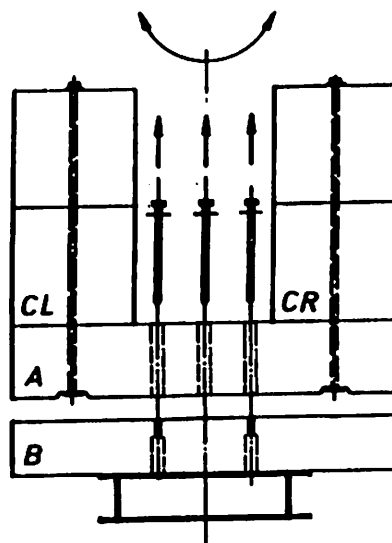

Bild 2
- 3.) Durch gleichmäßiges Lösen der 3 Verbindungsschrauben wird die Ballastplatte B auf die Zentrierung des Hinterachsadapters abgelassen. Es ist auch möglich, die Schrauben links und rechts zuerst zu lösen und dann die Platte über die mittlere Schraube abzulassen. (Siehe Bild 2).
- 4.) Mit der Drehbühne genau über den Ballast schwenken. Die Drehwerksbremse einlegen und den Unterwagen zur Drehbühne verriegeln. (Bild 2).